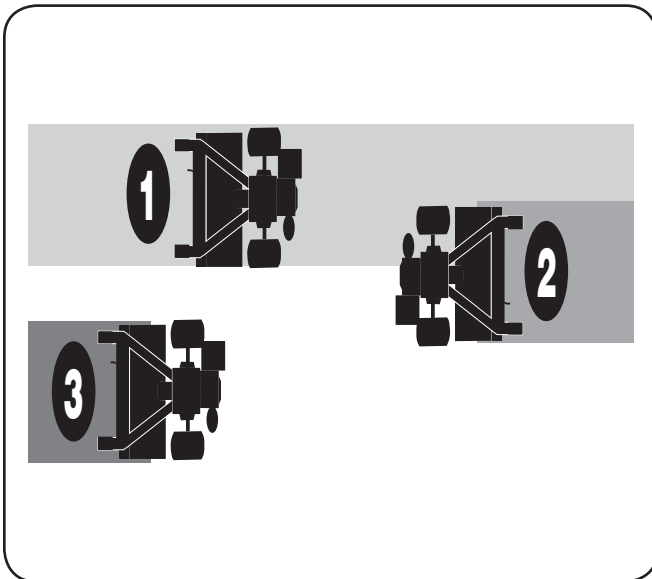

Figura 5-7
- Si las dimensiones del jardín no permiten la labranza en sentido longitudinal y luego en sentido transversal, traslape las primeras pasadas por la mitad del ancho de la cultivadora, continuando con sucesivas pasadas a un cuarto del ancho. Vea la Figura 5-7.